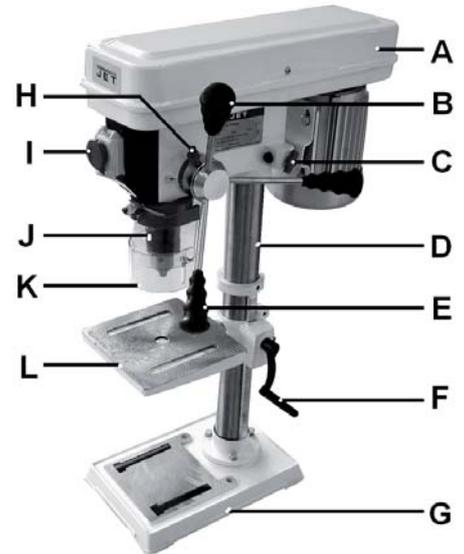

Рис. 1
- Встановіть стійку (D, Рисунок 1) на цоколь верстата (G).
- Надягніть патрон (J, Рисунок 1) на конус шпинделя.
- Відкрутіть кріплення майданчика мотора (C, Рисунок 1).